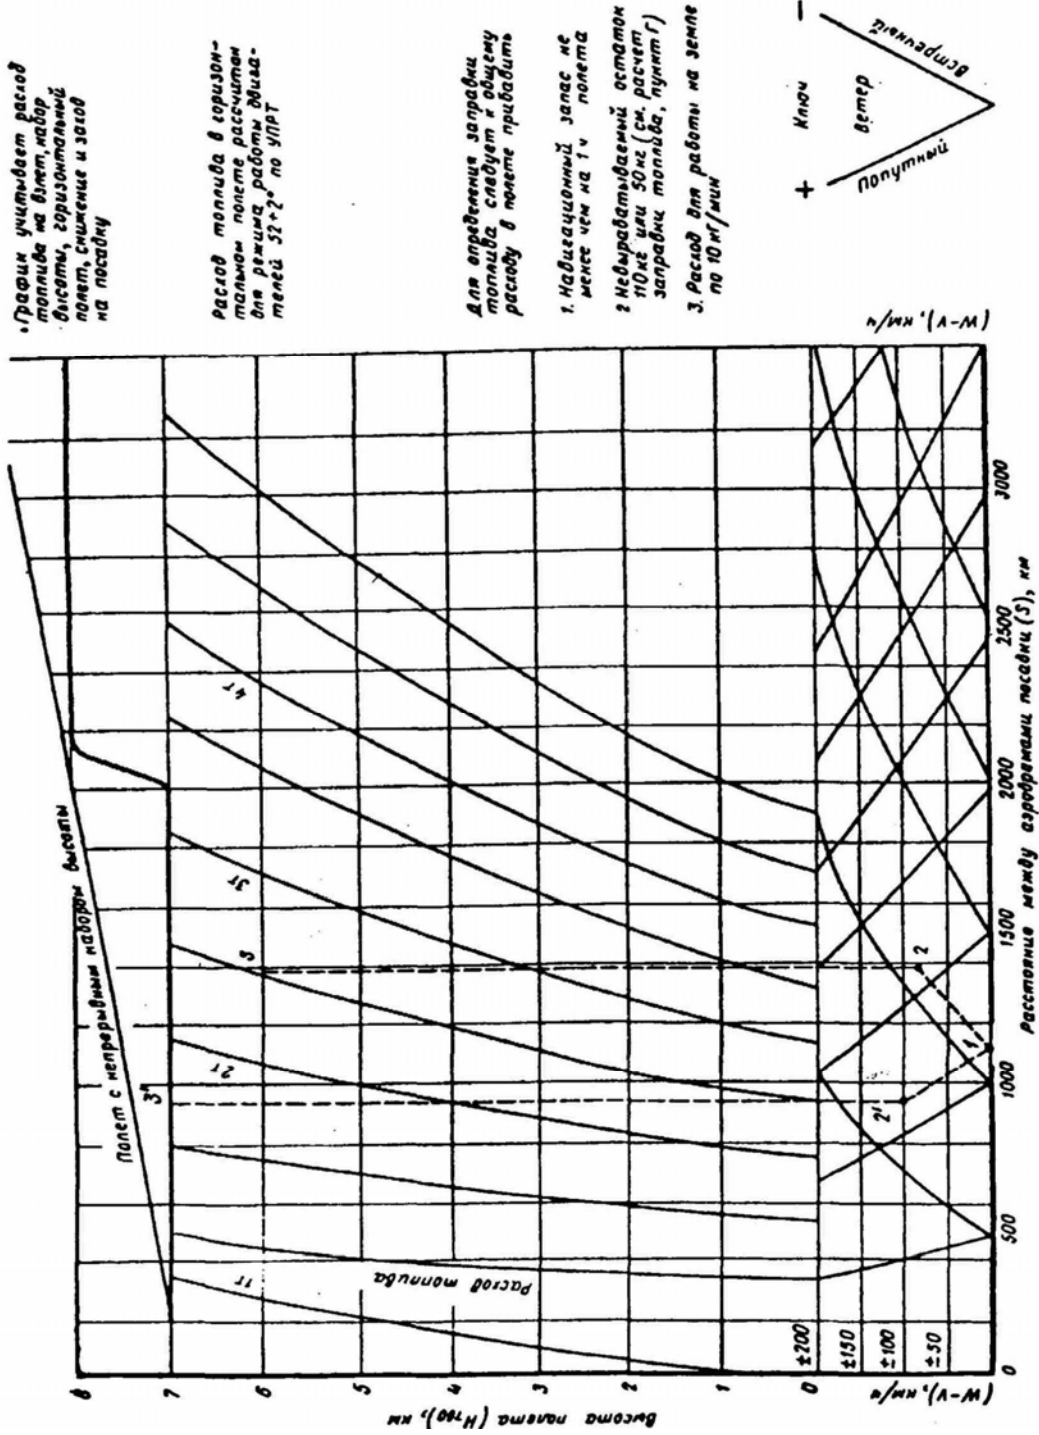

Рис. 6.1. Общий расход топлива в полете
- а) количества топлива, расходуемого за полет от взлета до посадки (определяется по графику рис. 6.1, см. вклейку);
- 2) Определяется по графику (рис. 6.1) количество топлива, расходуемого за полет: